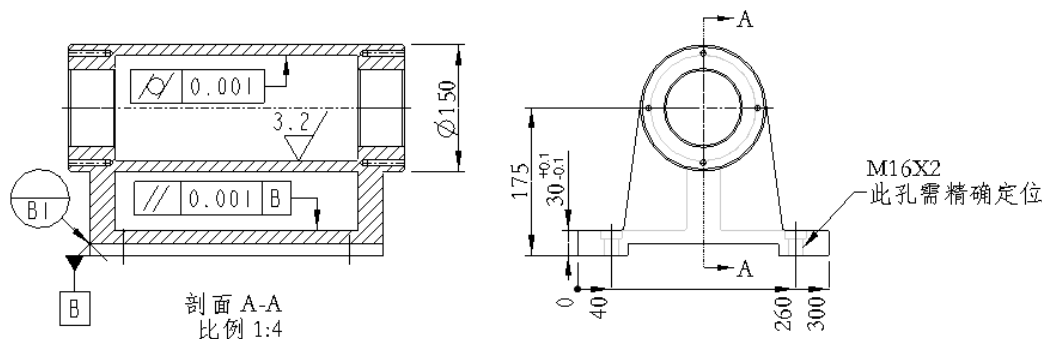

图 5.9.30 范例 2 完成的效果图
本范例是一个工程图标注的综合范例, 主要运用了尺寸的标注、注解的标注、基准的标注、几何公差和表面粗糙度的标注及对这些标注进行编辑与修改等知识。通过本例的学习, 读者可以综合地了解对工程图进行多种标注的一般过程以及掌握一些标注的技巧。范例完成的效果图如图 5.9.30 所示。
Step1. 双击图 5.9.30 所示的右视图。